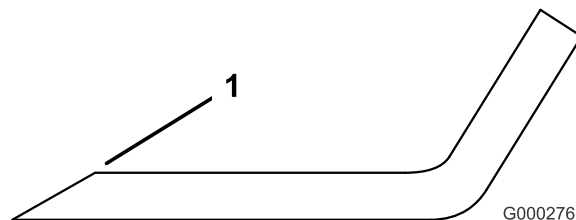

Figura 77
1. Affilate i taglienti da entrambe le estremità della lama con una lima (Figura 77). Rispettate l'angolazione originale. La lama conserva il proprio equilibrio soltanto se viene rimossa una quantità uguale di materiale da entrambi i taglienti.